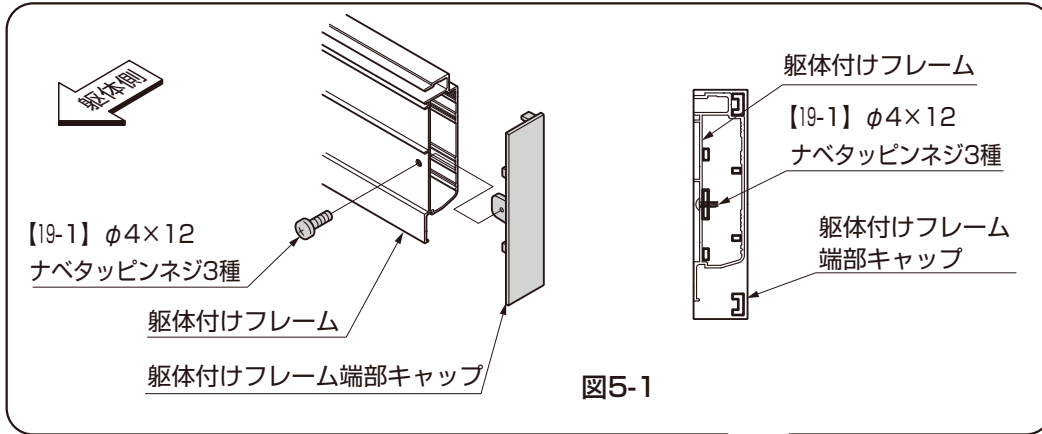

図5-1
- ① 躯体付けフレーム端部キャップを躯体付けフレームに【19-1】で取付けてください。(図5-1参照)
- デザイン格子デッキ上施工の場合は、デザイン格子の取付角度は図5-1の範囲で可能です。
- ③デザイン格子、デザイン格子カバーを現場に合わせて切断し、φ4.5の穴をあけてください。
- ④仮止めしているフレームの「φ5×16ナベドリルネジ」をはずして、フレームを持ち上げ、デザイン格子取付部材にデザイン格子を【29-1】で取付けてください。
- ⑤デザイン格子取付け後、さきほど外した「φ5×16ナベドリルネジ」でフレームをスリーブに固定してください。
- ⑥デザイン格子にデザイン格子カバーをはめ込んでください。